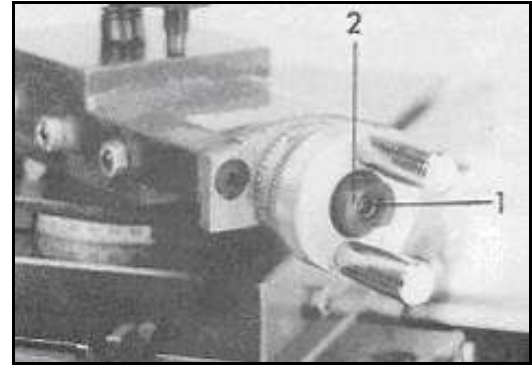

Рис.31
Освободите резьбовой штифт (1, Рис.31). Отрегулируйте гайку (2) таким образом, чтобы винт не имел зазора в радиальном направлении.